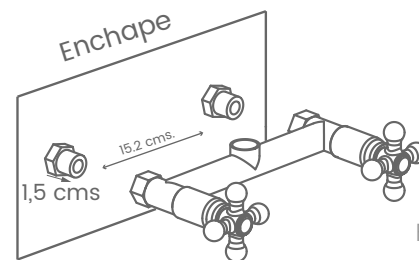

Figura 2
- **Para la instalación del mezclador, use dos adaptadores hembras de media pulgada separadas a seis pulgadas. Los adaptadores deben salir a centímetro y medio del nivel del enchape, para que quede nivelada la ducha con el soporte. (Ver figura 2).**